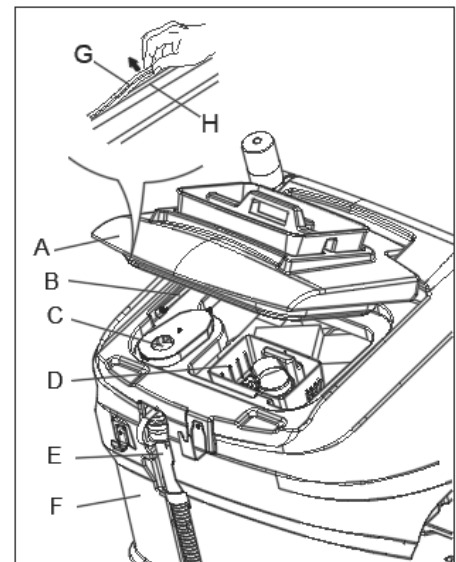

Figure 19
3. Ouvrir le couvercle du réservoir de récupération (A, Figure 19) et s'assurer que le support (B) fonctionne.
4. Nettoyer le couvercle du réservoir de récupération (A), le réservoir de récupération (F), le filtre d'aspiration (C) et la boîte de récupération des débris (D). Vider le réservoir de récupération avec le tuyau de vidange (E).
6. Vérifier si la surface de contact de la bande d'étanchéité (G) est en bon état et est suffisamment étanche. Si nécessaire, sortir la bande d'étanchéité du réservoir de la rainure (H) et la remplacer. Monter le nouveau joint d'étanchéité comme indiqué sur la (Figure 19), le joint devant être ramené dans la zone médiane.
7. Fermer le couvercle du réservoir de récupération (A).